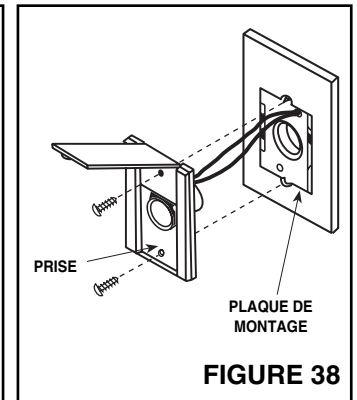

FIGURE 38
6. Voyez la Figure 38. Alignez les orifices de montage de la prise avec les trous de la plaque de montage, placez la prise dans la plaque de montage, et fixez-la avec les vis fournies. **NOTA:** Si un coude de rayon court 382-S est utilisé, il peut être nécessaire d'utiliser des vis de montage courtes pour qu'elle ne rentre pas en contact avec le coude.